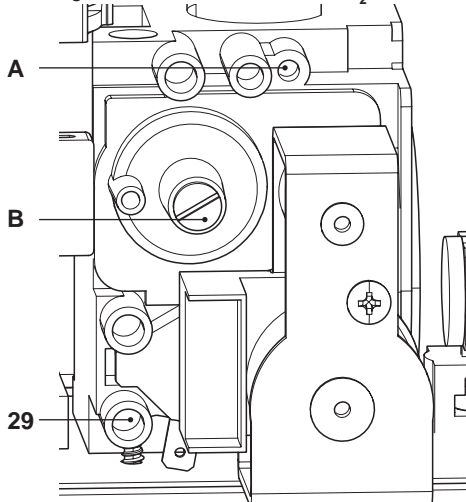

Figura 7.6
- A caldaia spenta (fuori servizio), controllare la pressione di alimentazione utilizzando la presa 29 in Figura 7.6 e confrontare il valore letto con quelli riportati nella tabella Pressioni di alimentazione gas nella sezione "Dati tecnici" pag. 24.
- Richiudere bene la presa di pressione 29 in Figura 7.6.
- Per tarare il CO_2 della caldaia (pressione del gas al bruciatore) svitare completamente il tappo in ottone di protezione **B** e agire sulla vite a brugola \varnothing 4 mm sottostante Figura 7.6, girando in senso orario il CO_2 aumenta.
- Se i due dati non coincidono agire sulla vite regolazione massimo RQ (**A** in Figura 7.6) della valvola gas e tarare il CO_2 allo stesso valore riportato nella sezione "Dati tecnici" in tabella "Dati in sanitario" pag. 24 (modello **M261V.2025 SM/..**) e pag. 28 (modello **M261V.3035 SM/..**). Girando in senso orario il CO_2 diminuisce.